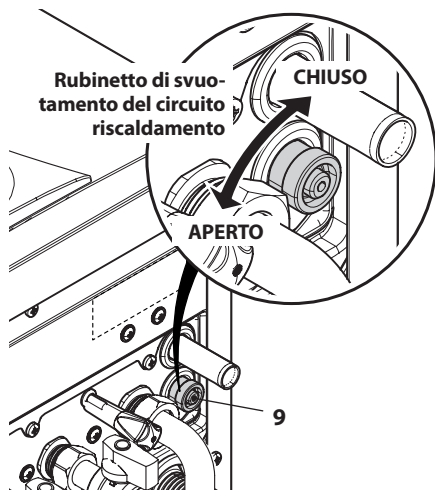

Figura 9.9
- Allentare il rubinetto di svuotamento del circuito riscaldamento 9 indicato in Figura 9.9.